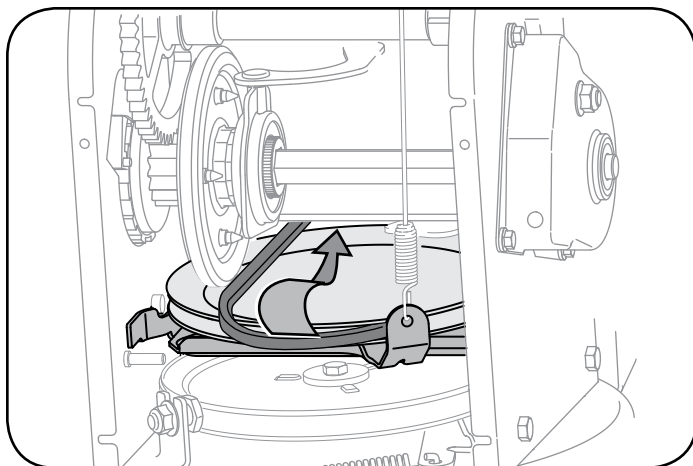

Figura 23
2. Deslice la correa de la transmisión fuera de la polea y de entre la rueda de fricción y el disco de la rueda de fricción. Vea la figura 23.